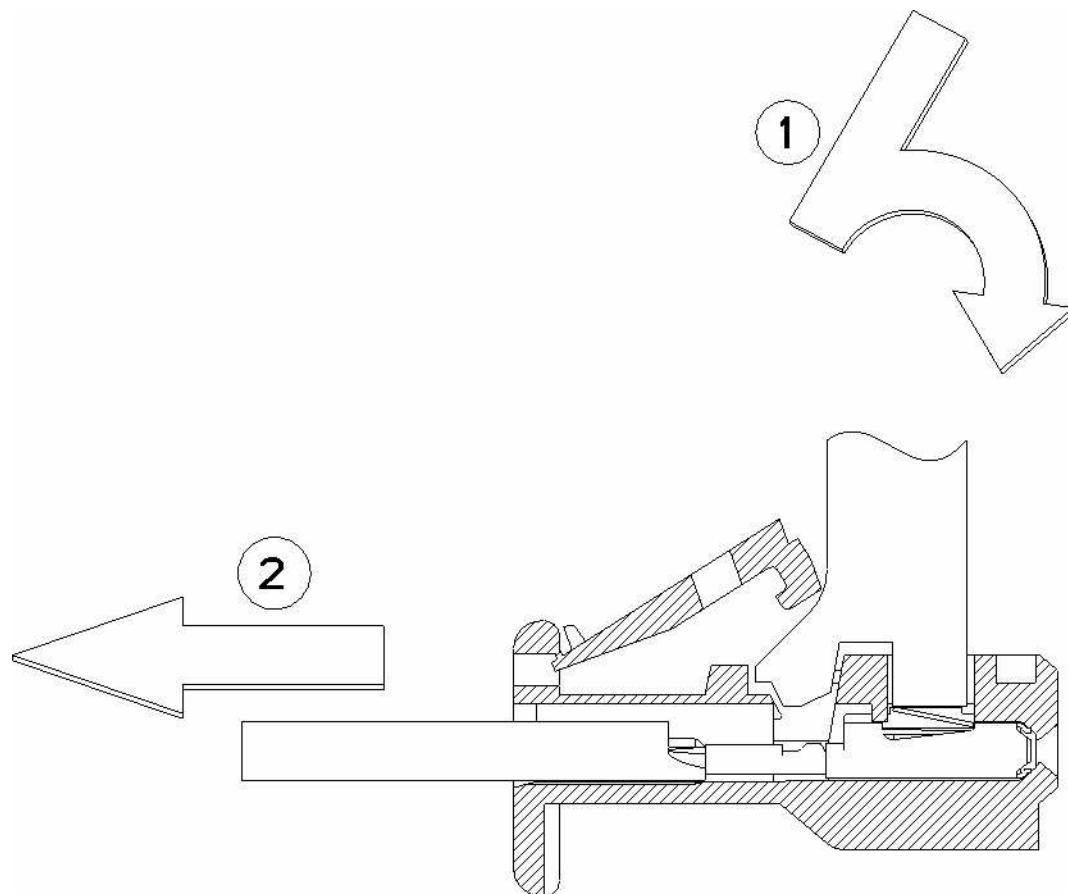

Figure 19 :
- Basculer l'outil dans la fenêtre de verrouillage du contact (voir Figure 19) et maintenir cette position
- *Tilt the tool into the contact locking slot (see Figure 19) and hold this position*